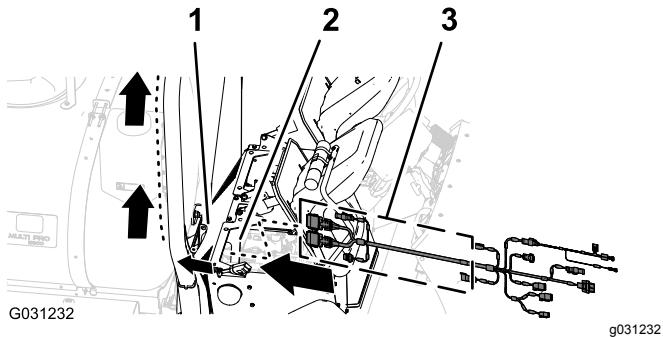

Figura 133
- Disponete la diramazione da 390 cm del cablaggio dati sul lato destro del vano motore (adiacente al filtro dell'aria del motore) e indietro, sotto l'area inferiore destra della copertura del motore posteriore (Figura 133).